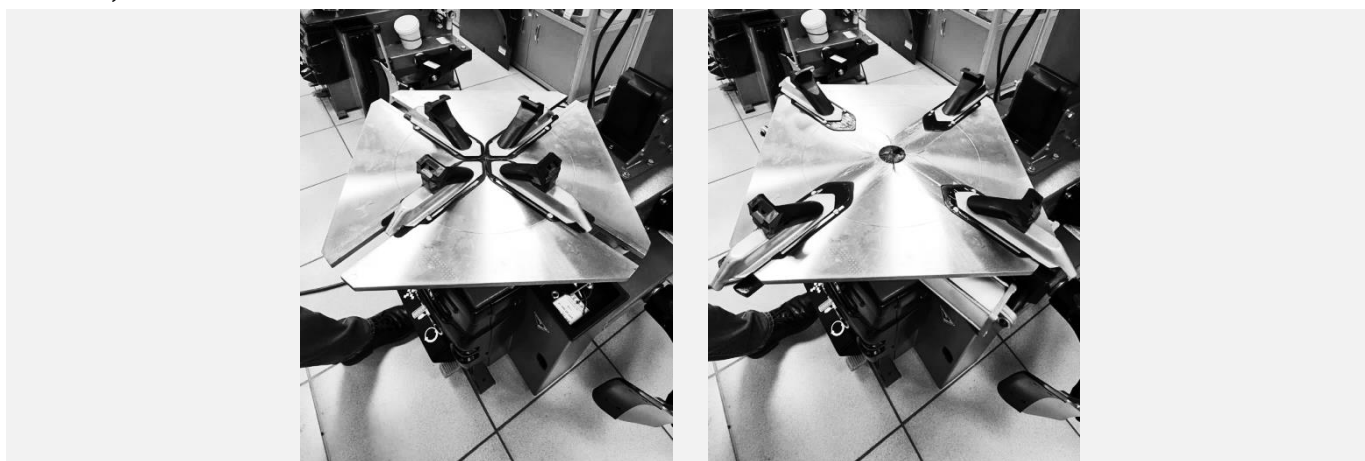

Рисунок 41
- Максимально развести зажимные кулачки, нажав педаль управления зажимными кулачками (см. Рисунок 41).